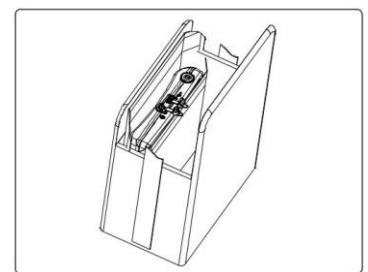

Figure 36. Placez l'appareil dans le sac de transport/stockage
3. Après avoir séché la console WoundEL®, rangez-la dans le sac de transport / stockage WoundEL® séparément des autres composants WoundEL® jusqu'à la prochaine utilisation, voir *Figure 36*.